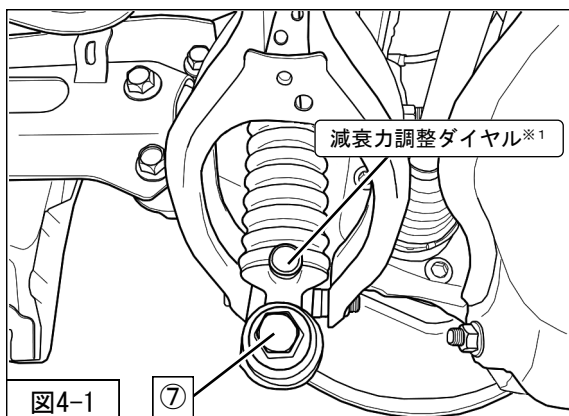
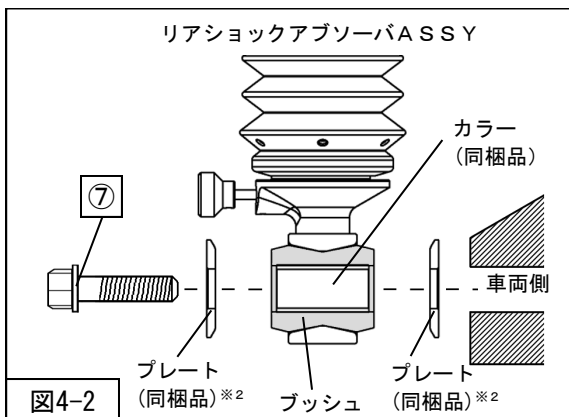

図4-1
図4-2
⑦リアショックアブソーバASSYロア取付ボルトを仮締めし、リアショックアブソーバASSY (同梱品)を車両に取付けてください。(図4-1・図4-2)
※1：リアショックアブソーバASSY (同梱品) 取付けの際、減衰力調整ダイヤルは**車両内側**に向けて取付けてください。(図4-1)
※2：プレート (同梱品) は外径の小さい面を**ブッシュ側**に向けて取付けてください。(図4-2)
を本締めしてください。（図4-1）